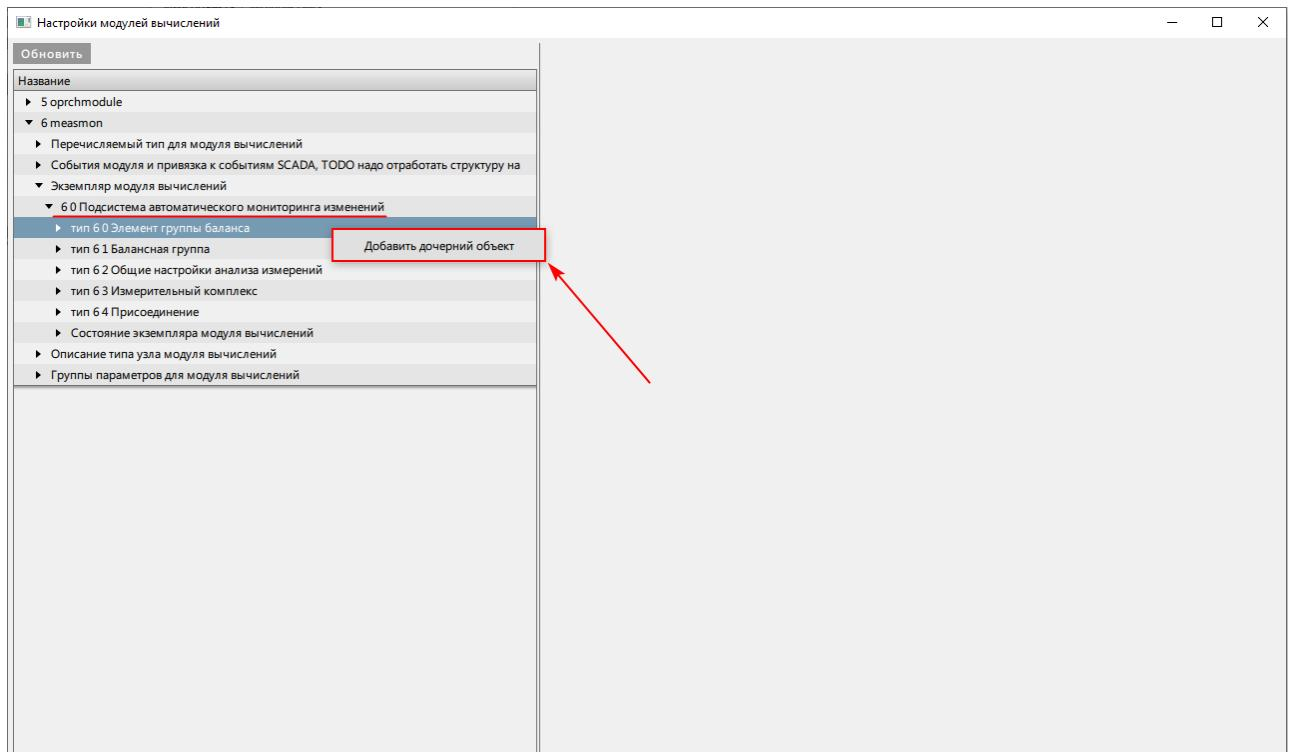

Рисунок 447 - Элемент группы баланса
8. В узле экземпляра модуля вычислений нажмите **ПКМ** по **типу 6 0 Элемент группы баланса** и выберите **Добавить дочерний объект** (Рисунок 447). Количество элементов групп баланса должно соответствовать числу добавленных присоединений.